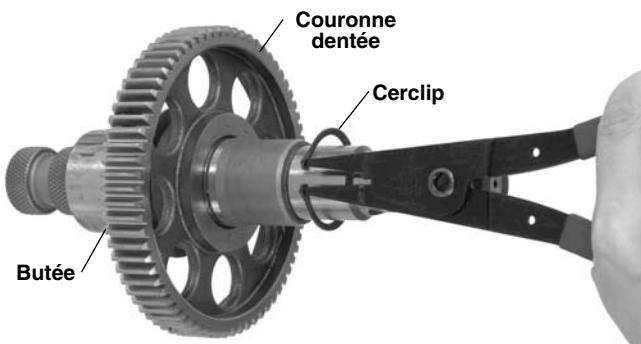

Figure 19 – Retrait du cerclip
5. Enlevez le cerclip de l'arbre d' entraînement et retirez la couronne dentée (Figure 19).